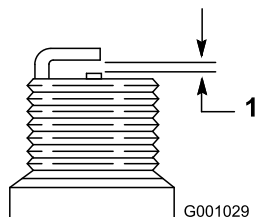

Figure 54
- Réglez l'écartement des électrodes de la nouvelle bougie à 0,76 mm (Figure 54).